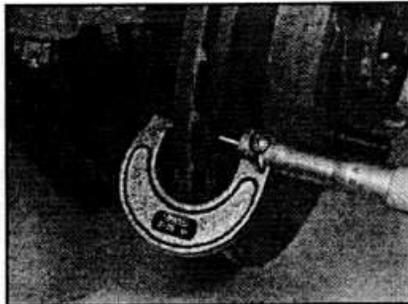

Рис. 9.18. Проверка толщины тормозного диска микрометром.
- Очистите диск от коррозии и проверьте его на износ и дефекты. Используя микрометр, проверьте толщину диска (см. рис. 9.18).